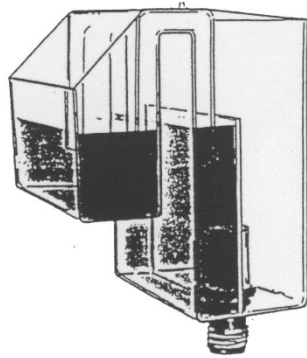
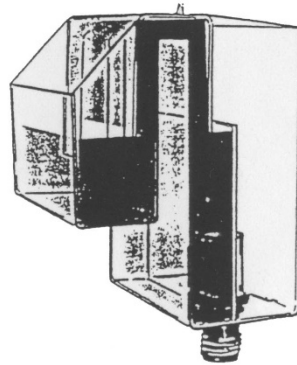

Fig. 3
Fig. 4
5. Rellenar la cámara frontal con el agua del acuario (Fig. 3). Para poner en marcha la caja rebosadero, girar la salida del aire de la caja de rebosadero. Esto puede hacerse conectando un tubo de aire al manguito superior de la unidad. El aire se puede eliminar conectando un tubo a una bomba cabezal o aspirándolo hasta la cámara principal (Fig. 4).